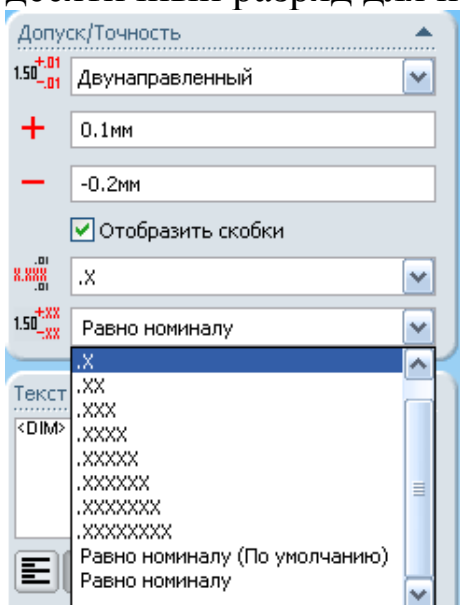

Рис. 2
- в разделе **Допуск/Точность** из выпадающего списка **Тип допуска** выберите **Двунаправленный** (рис. 2);